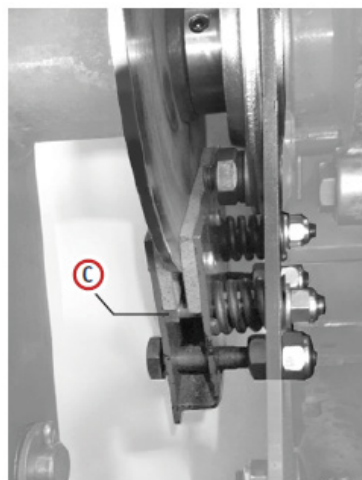

Fig.5b
3. El freno del anudador (C) (Fig. 5b) está demasiado apretado o bloqueado. Revise el ajuste del freno del anudador en el capítulo 4.8.5.